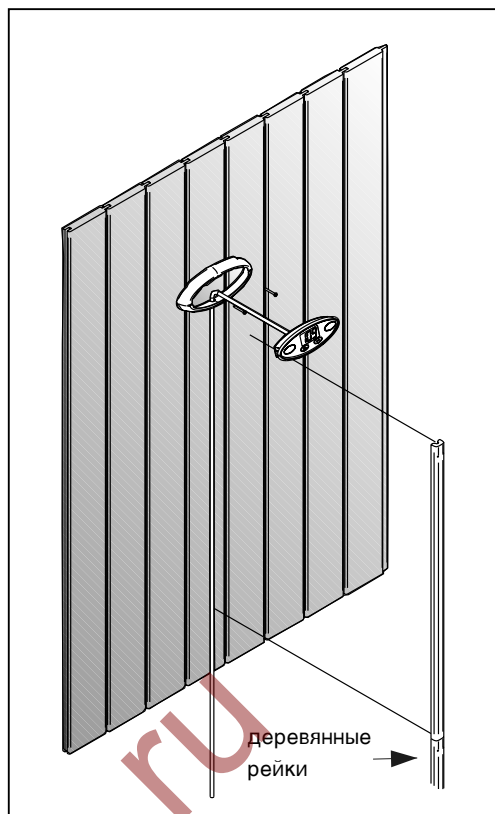

Рисунок 11. Установка панели управления
В противном случае монтаж следует производить по поверхности стены. См. рис. 11. Сигналы, передаваемые панелью управления, являются слаботочными сигналами. Поэтому панель безопасна при установке на основание из любого материала.
3. При необходимости соединительный кабель можно закрыть деревянными рейками (3 шт.). См. рис. 11.
4. Свободный конец соединительного кабеля подключается к разьему панели управления (2). См. рис.